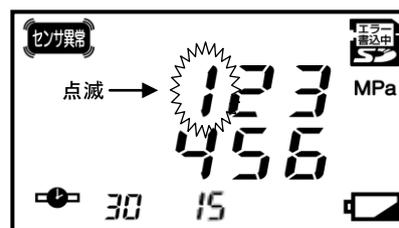

図 3 環境設定画面
- ②特定製造所番号を設定します
1.図 3 の表示状態で【表示切替スイッチ】を押します。